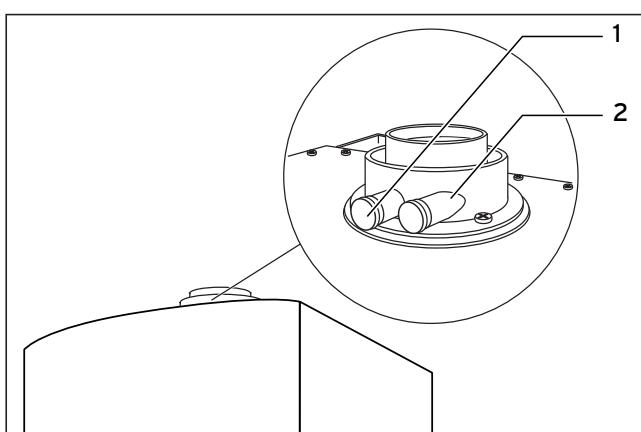

Abb. 7.6 Schornsteinfeger-Messöffnungen
- Nehmen Sie Messungen im Abgasweg an der Prüffölfnung (1) vor (Abb. 7.6). Messungen im Luftweg können Sie an der Prüffölfnung (2) vornehmen.